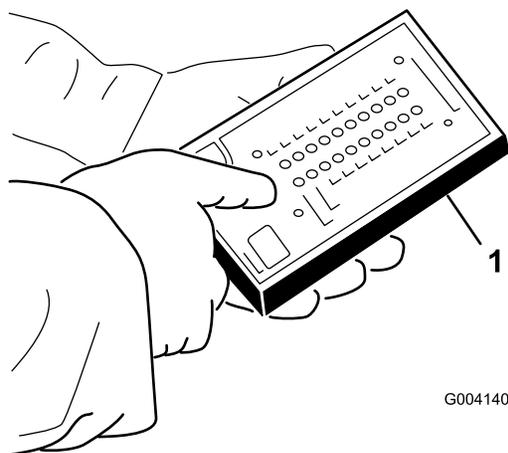

Figura 50
5. Collegate il connettore del display Diagnostic ACE al connettore del cablaggio preassemblato (Figura 50).